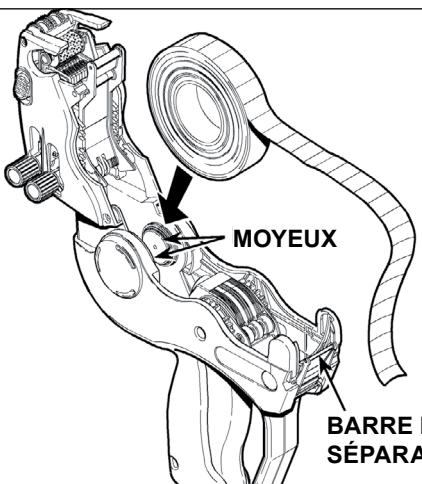

Figure 5
4. Placez le rouleau d'étiquettes entre les moyeux et enclenchez-le. (Voir Figure 5)